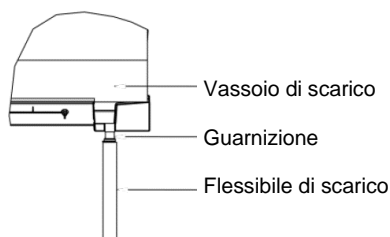

Fig. 21
2. Inserire il tubo di scarico nell'uscita di scarico dell'unità e serrare saldamente il morsetto con la fascetta (fig. 21)